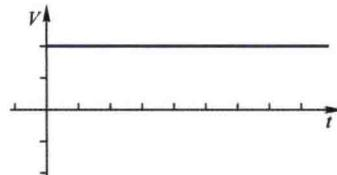

图 1-4 直流电的波形
**直流电：**大小和方向都不随时间变化而改变的电流，其波形如图 1-4 所示。